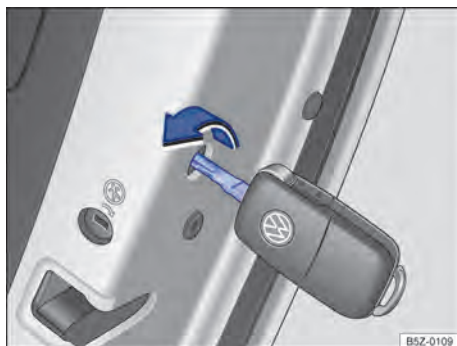

Fig. 51 Travamento de emergência do veículo com a chave do veículo.
- Remover a vedação de borracha na lateral da porta. A vedação está identificada por um cadeado  → Fig. 51.
- Inserir a haste da chave na fenda → Fig. 51 e girar no sentido horário (para fora do veículo) até o batente.